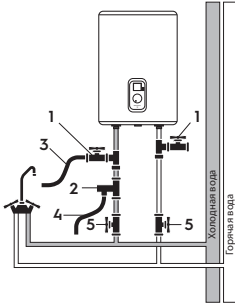

Рис. 4
Подключение обратного предохранительного клапана (рис.4, поз. 2): клапан следует устанавливать в месте входа холодной воды (удостоверьтесь, что гибкая сливная трубка (рис.4, поз. 4) установлена, на отверстие спуска давления и слива воды и направлена вниз в специальный дренаж для удаления воды).
При подключении к системе водоснабжения необходимо предусмотреть и реализовать установку индивидуальных запорных вентилей (рис. 4, поз. 5) на линии подачи холодной воды в водонагреватель и на линии выхода горячей. Индивидуальные запорные вентили по линии горячей и холодной воды, должны быть в закрытом состоянии в период неиспользования водонагревателя, проведе-
Для упрощения процесса слива воды из водонагревателя рекомендуется на входе и выходе воды из водонагревателя установить тройники (рис. 4, поз.1).
Установка водонагревателей серии Megapolis Wi-Fi существенно облегчается возможностью установить их как вертикально, так и горизонтально, в любом месте вашего дома, в отапливаемом (!) помещении как показано на рис. 4а.
При горизонтальной установке водонагревателя трубы подводки должны быть расположены справа. Если необходимо реализовать систему водоснабжения на несколько водоразборных точек, используйте способ соединения (см. рис. 4–4а).
Рис. 4а
- Присоедините дренажный шланг (позиция 3 на рис. 4) к запорному крану на тройнике на входе холодной воды в водонагреватель и направьте его в канализацию, либо в место слива воды. Откройте запорный кран и дождитесь полного слива воды.